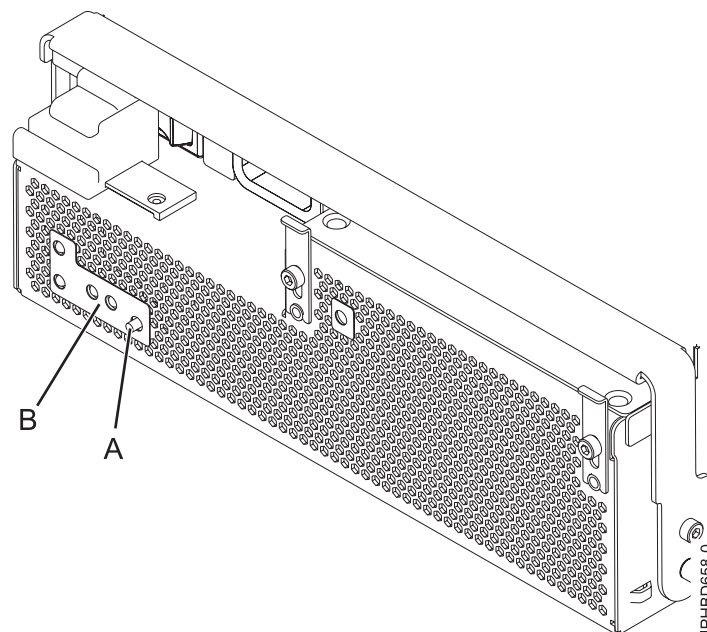
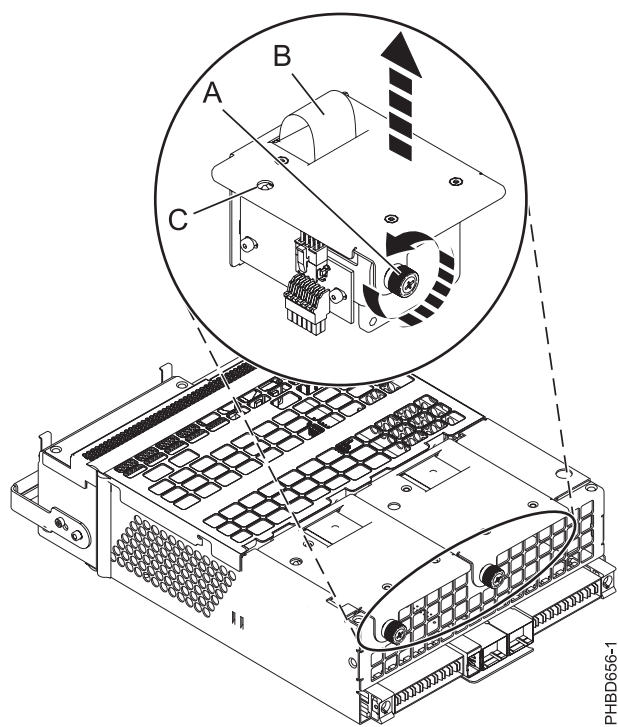

Figura 10. LED de error de ventilador y botón de identificación de ventilador
Figura 11. Extracción de un ventilador de fuente de alimentación
Nota: Si un ventilador falla, el LED de error ámbar del ventilador de la parte frontal del conjunto de convertidor fuera de línea (OCA) (B), mostrado en la Figura 10 en la página 12, está encendido de manera continua.
- a. Identifique el ventilador anómalo pulsando el botón de identificación de ventilador (A) que se muestra en la Figura 10. Un LED de error de ventilador derecho o izquierdo ámbar (C) encendido de manera continua, como se muestra en la Figura 11, indica un error de ventilador.
- b. Afloje el tornillo de mano (A) que sujeta el ventilador en el conjunto de fuente de alimentación, como se muestra en la Figura 11.
- c. Utilice el asa empotrada del ventilador (B) para extraer el ventilador del conjunto de fuente de alimentación, como se muestra en la Figura 11 en la página 12.